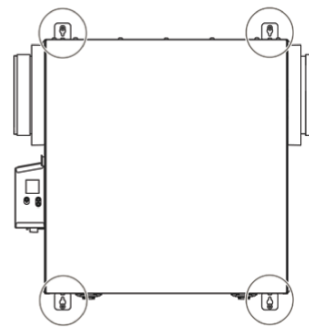

Fig. 4 – Installation avec Supports
- Insérer les supports fournis sous le châssis de l'appareil (Fig. 4).